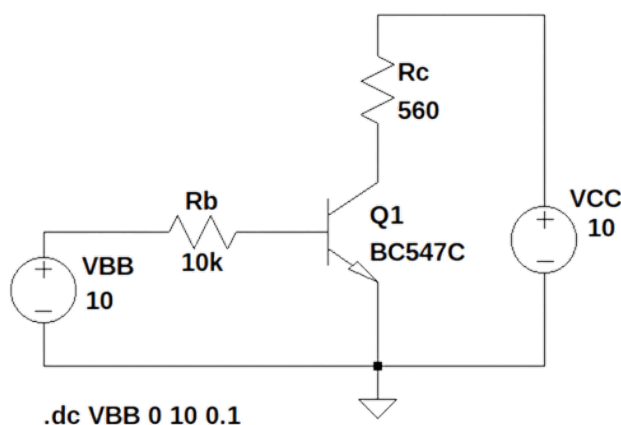

Figura 7: Circuito emisor-común con fuente variable en la base.
En cualquiera de las aplicaciones en las que se usa el transistor, sea como amplificador o dispositivo de conmutación, se requiere la polarización en directa de la juntura base-emisor. En esta parte del práctico se propone caracterizar el comportamiento de la juntura en cuestión. El objetivo será armar el circuito de la Figura 7 y obtener la gráfica de I_B en función de la tensión V_{BE} ($I_B = f(V_{BE})$).
4. Conecte la referencia de masa (**G**) al polo negativo de ambas fuentes y al terminal de emisor de **Q1**. Complete el cableado empleando la tecla **F3** siguiendo la topología de la Figura 7.
En esta etapa se trasladará el circuito de emisor común de la figura 7 a la placa de pruebas (*proto-board*) para caracterizar físicamente la juntura Base-Emisor.
1. Con la fuente de alimentación apagada y desconectada, mida con el multímetro (configurado como óhmetro) el valor real de los resistores a usar para registrar cualquier desviación. Arme el circuito en la *proto-board* siguiendo la topología de la figura 7. Debe de conectar además al circuito los multímetros para poder medir (I_C, I_B).